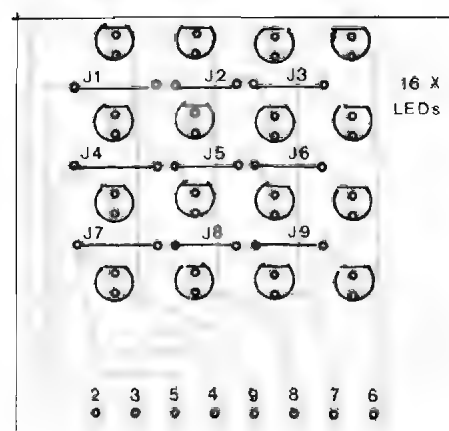

Fig. 6
- FIG. 6 - "CHAPEADO" DA MONTAGEM - PLACA "B" - O lado não cobreado da placa "B" traz a estilização do posicionamento dos 16 LEDs (todos eles com o lado chanfrado, correspondente ao terminal de **catodo** - K -, voltado para a borda **oposta** à quem tem a **linha de 8 contatos de conexão** inter-placas...), bem como os **importantes jumpers** (simples pedacinhos de fio, interligando duas pilhas específicas...), numerados de J1 a J9... Os tais **jumpers** devem ser inseridos e soldados **antes** dos LEDs e **não podem** ser esquecidos! Se "unzinho" só deles não estiver na placa, todo o **display** mostrará funcionamento errático e incompleto... Quanto aos LEDs, para boa estética e visualização, convém que não fiquem muito rentes à superfície da placa, e que suas "**cabeças**" (todas as 16...) guardem a **mesma** altura com relação a dita superfície... Com o "truque" de enfiar previamente todos os LEDs nos respectivos lugares, apoiando em seguida a placa, "de ca-